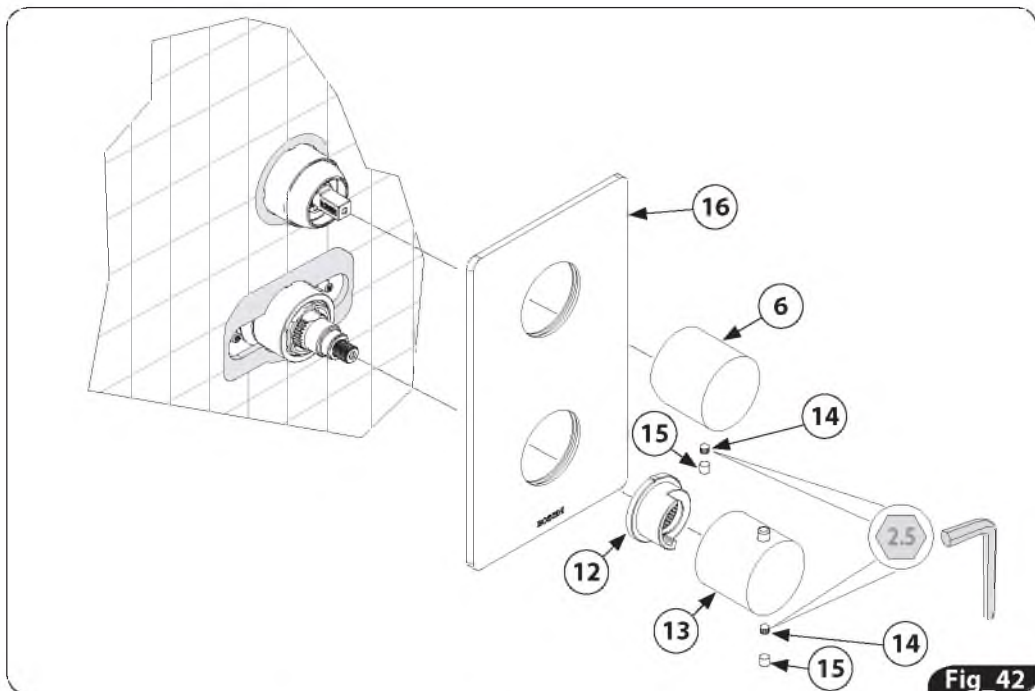

Fig. 42
1. Rimuovere i tappini (15) e svitare i grani (14); sfilare la maniglia deviatrice e di erogazione (6), la maniglia di controllo temperatura (13) e la camma (12); togliere anche la piastra di copertura (16). (fig. 42)
1. Remove the caps (15) and unscrew the grub screws (14); the diverter and supply knob (6), the temperature control knob (13) and the cam (12); remove the cover (16). (Fig. 42)